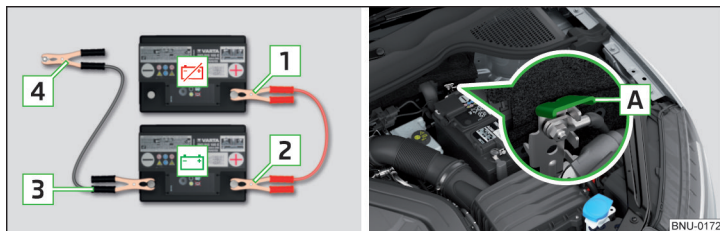

Fig. 326 Ayuda de arranque: - batería descargada, - batería que suministra corriente / punto de masa del motor en el sistema START-STOP
- En vehículos **con** el sistema START-STOP, fijar el borne **4** en el punto de masa del motor **A** » **fig. 326.**